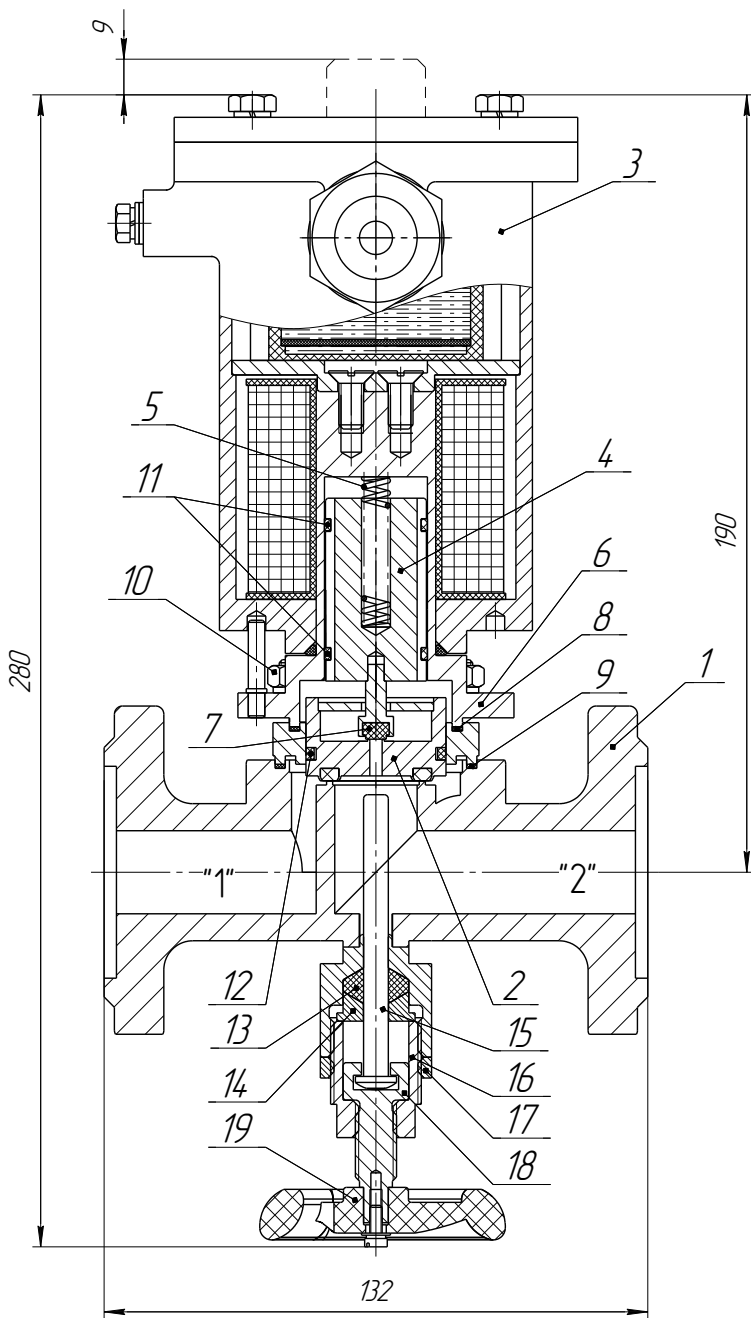
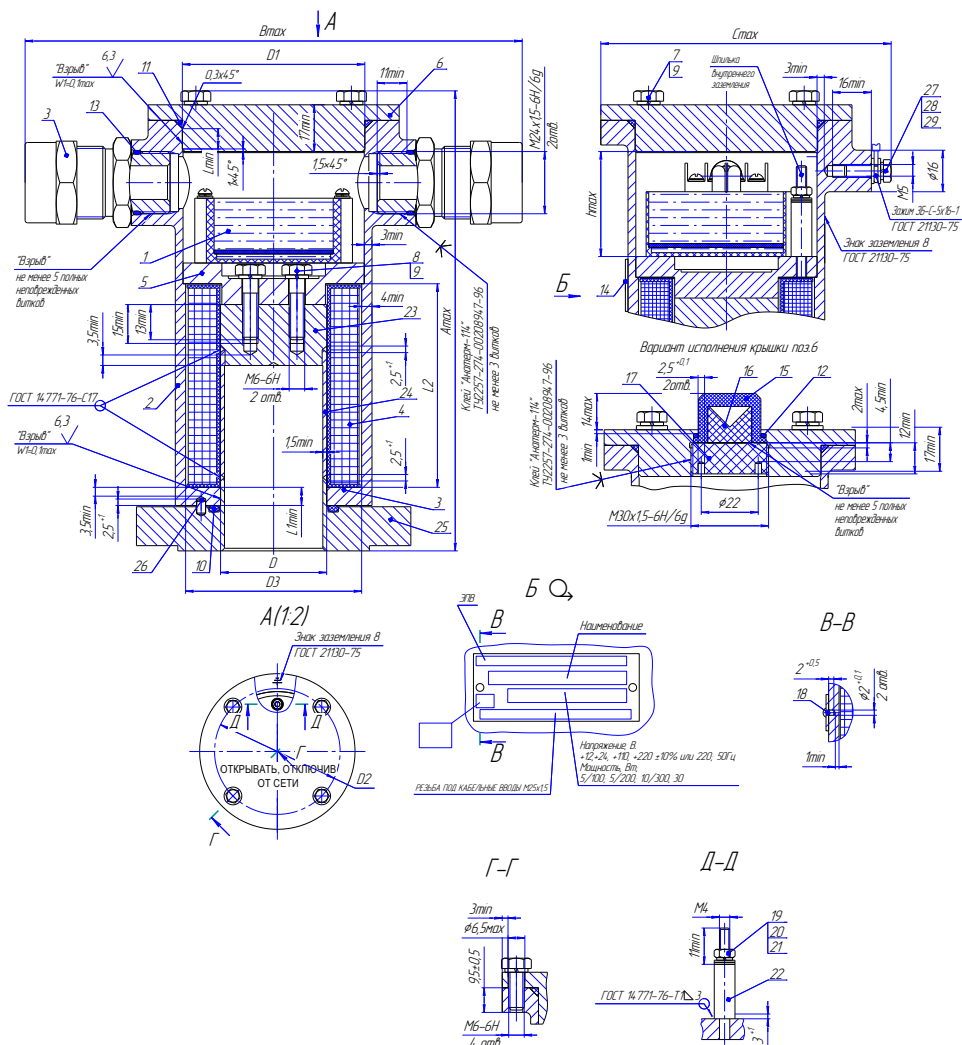

Рис. 1. Клапан фланцевый. Общий вид
Рисунок 3. Привод. Чертеж средств взрывозащиты
4.7 Материалы основных деталей клапана, контактирующих с рабочей средой, (см. рисунок 1):
Клапан состоит из следующих основных узлов и деталей (см. рисунок 1): корпуса 1, основного затвора 2, электромагнитного привода 3, сердечника 4, возвратной пружины 5, разделительной трубки 6 соединенной с корпусом гайками 9, управляющего затвора (пилота) 7, уплотнительных колец 8, 9 и ручного дублера (детали поз. 13...19).
Обозначения на рис. 1а,б: **1**–корпус(Сталь 10X18H9Л ГОСТ 977-88, 14X17H2), **2**-затвор (Сталь 12X18H10Т ГОСТ 5632-72/фторопласт 4), **3**-электромагнитный привод (см.рис.3), **4**-сердечник (Сталь 14X17H2 ГОСТ 5632-72), **5**-пружина (Проволока ВО-2 ТУ3-1002-77), **6**-трубка разделительная(Сталь 12X18H10Т ГОСТ 5632-72/14X17H2 ГОСТ 5632-72), **7**-уплотнение (фторопласт-4 ГОСТ 10007-80 Е), **8,9**-кольцо (фторопласт-4 ГОСТ 10007-80 Е), **10**-гайка А2 DIN934, **11**-кольцо (фторопласт Ф4К20 ТУ 6-05-1413-76), **12**-кольцо (фторопласт-4 ГОСТ 10007-80 Е), **13**-кольцо (фторопласт Ф4К20 ТУ 6-05-1413-76), **14** втулка (Сталь 14X17H2 ГОСТ 5632-72), **15**-шток (Сталь 12X18H10Т ГОСТ 5632-72), **16**-втулка резьбовая (Сталь 14X17H2 ГОСТ 5632-72), **17**-гайка (Сталь 09Г2С ГОСТ19281-89), **18**-тяга (Сталь 14X17H2 ГОСТ 5632-72), **19**-ручка (Сталь 12X18H10Т ГОСТ 5632-72),
Электромагнитный привод (ЭПВ) представляет собой электромагнит постоянного тока со схемой управления режимом работы и состоит (см. рис.3) из корпуса 2 с двумя кабельными вводами и крышкой 6, катушки 4, прижимного фланца 5 и электронного блока управления 1 (модуль СФУ).
- заключения его электрических цепей во взрывонепроницаемые металлические оболочки по ГОСТ ИЕС 60079-1. Взрывоустойчивость оболочек проверяется при изготовлении испытаниями избыточным давлением 1,5 МПа. Сопряжения деталей, обеспечивающих взрывозащиту показаны на чертежах средств взрывозащиты (рисунок 3, 4). На поверхностях, обозначенных "Взрыв" не допускаются раковины, забоины, вмятины, ржавчина, чернота, наличие краски и другие дефекты.
**7.2.2** Присоединить питающий кабель к приводе в последовательности (см. рис. 3, 4, 5):